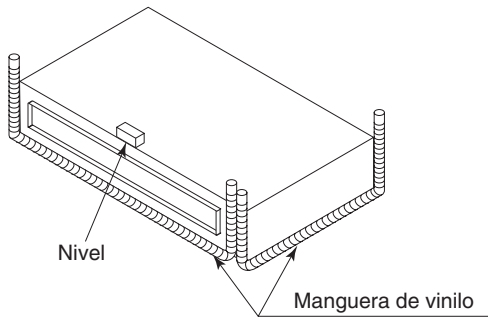

Fig. 3-12
- Asegúrese de que la unidad se instala nivelada utilizando un nivel o una manguera de vinilo llena de agua. Si utiliza una manguera de vinilo en vez de un nivel, ajuste la superficie superior de la unidad a la superficie del agua en ambos lados de la manguera de vinilo y ajuste la unidad de forma horizontal. (Hay que controlar de forma especial si la unidad se instala de manera que la pendiente no esté en la dirección del tubo de drenaje, ya que puede provocar fugas). (Fig. 3-12)